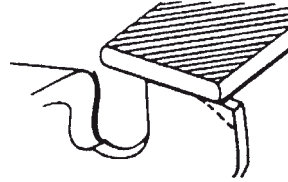

Fig. 44
- 4) Redondee la esquina frontal para mantener la forma original del calibre de profundidad después de utilizar la herramienta del calibre de profundidad. Respete siempre el ajuste recomendado del calibre de profundidad, según el manual de mantenimiento o manual del operador de la sierra. (Fig. 44)